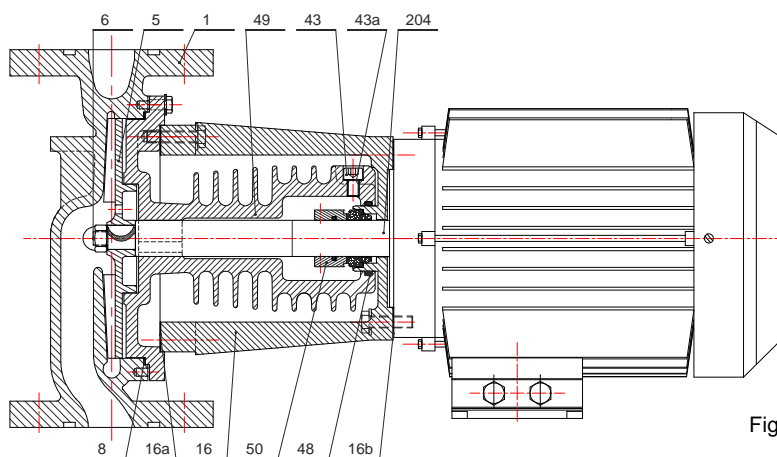

Fig 5
Pompe centrifuge mono ou multicellulaire horizontale, à plan de joint radial avec bride d'aspiration axiale et bride de refoulement radiale ou version IN LINE avec bride en ligne fig 5. Ces pompes sont équipées d'un radiateur à ailettes qui permet le refroidissement de l'étanchéité. Elles sont prévues pour le pompage de pour le pompage de fluides à l'usage industriel.
- Les pompes 317, 517 et 613 sont des pompes en ligne fig5